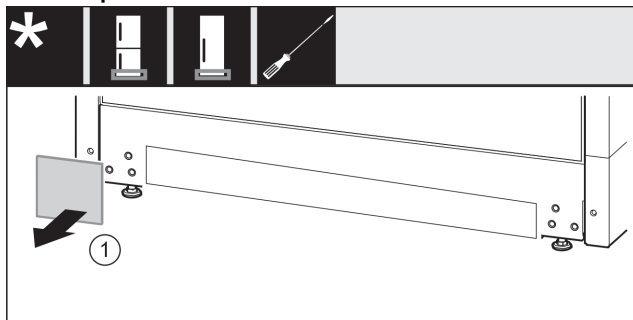

Fig. 11
- Ta av täckplattan. Fig. 11 (1)